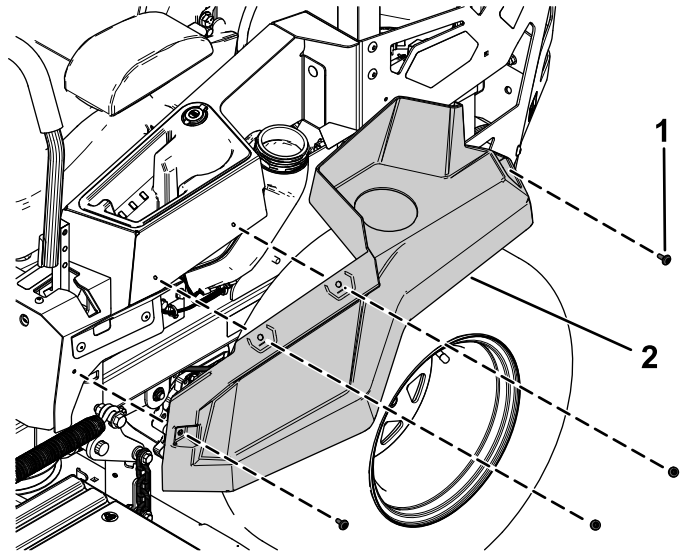

図 4
2. 左側ポッドを固定しているショルダ付きねじ4本を外して左側ポッドを車体から取り外す 図 4。